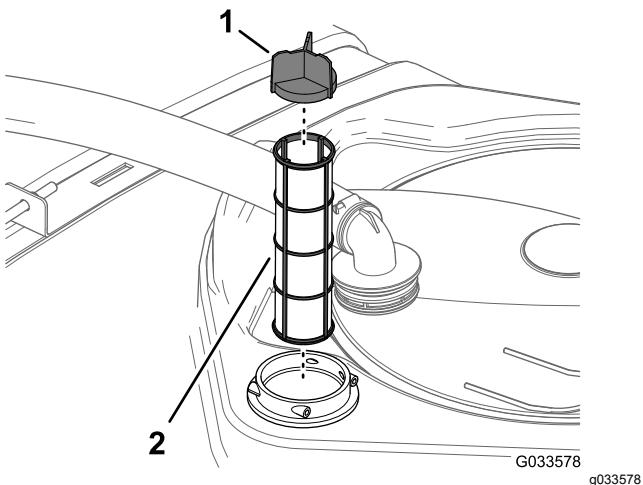

Figure 57
4. Sortez le filtre d'aspiration existant de son logement dans le réservoir (Figure 57).